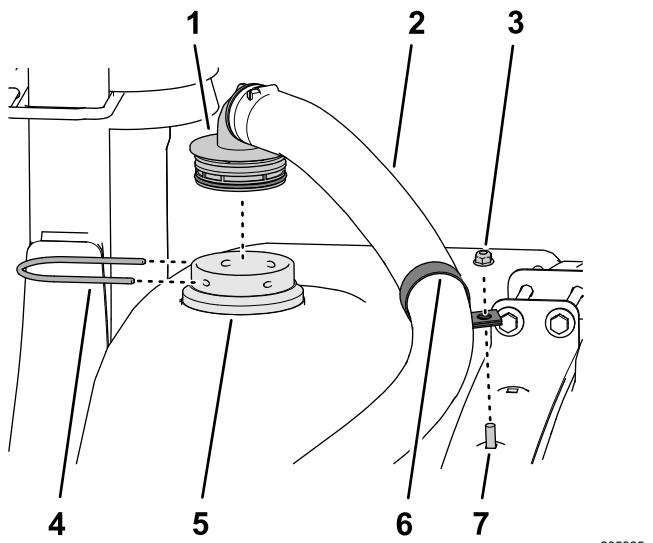

图 29
4. 将 R 形夹安装到清洁加药器软管总成上方图 29。
5. 将清洁加药器软管总成的 90°宝塔接头组装到隔板接头上并使用卡环将宝塔接头固定到隔板接头图 29。
6. 将 R 形夹松松地组装到托架螺栓上并使用凸缘锁紧螺母 $5/16$ 英寸固定 R 形夹图 29。
注意 如果需要的话调节 R 形夹的位置以便对齐清洁加药器软管 图 29。